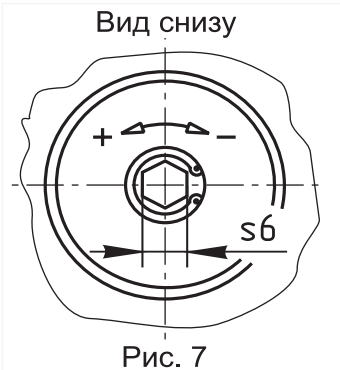

Рис. 7
4.5.4 При необходимости регулирования количества пропускаемого газа, используйте винт в нижней крышке (только для клапанов ВН...К). Поворачивая винт в сторону знака « - » можно уменьшить количество пропускаемого через клапан газа (рис. 7).